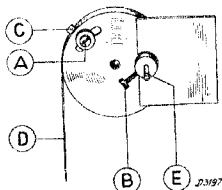

Fig. 4
4. Schroefje A (fig. 4) losdraaien en de wijzertrommel verdraaien tot de wijzer nauwkeurig op 510 m. staat. Het nokje C moet hierbij worden vastgehouden, zoodat de aandrijfsnaar D gespannen blijft. De afstemming mag niet verlopen. Daarna schroefje A weer vastdraaien.